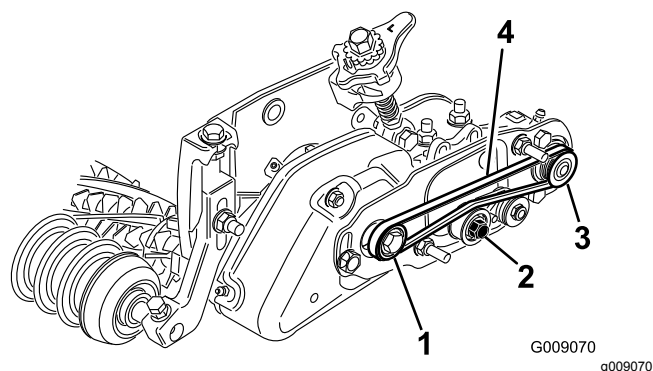

**Figure 31**
20. Retirez le boulon qui fixe la poulie du groomer à l'arbre d'entraînement (Figure 31).
21. Insérez la poulie d'entraînement de la brosse dans la poulie d'entraînement du groomer et sur l'arbre d'entraînement (Figure 31). Assurez-vous que les languettes de la poulie sont placées dans la fente de l'arbre d'entraînement.
22. Fixez la poulie d'entraînement à l'arbre avec un boulon à embase ( $\frac{3}{8}$ " x 2") (Figure 31). **Serrez le boulon à un couple de 47 à 54 N·m.**